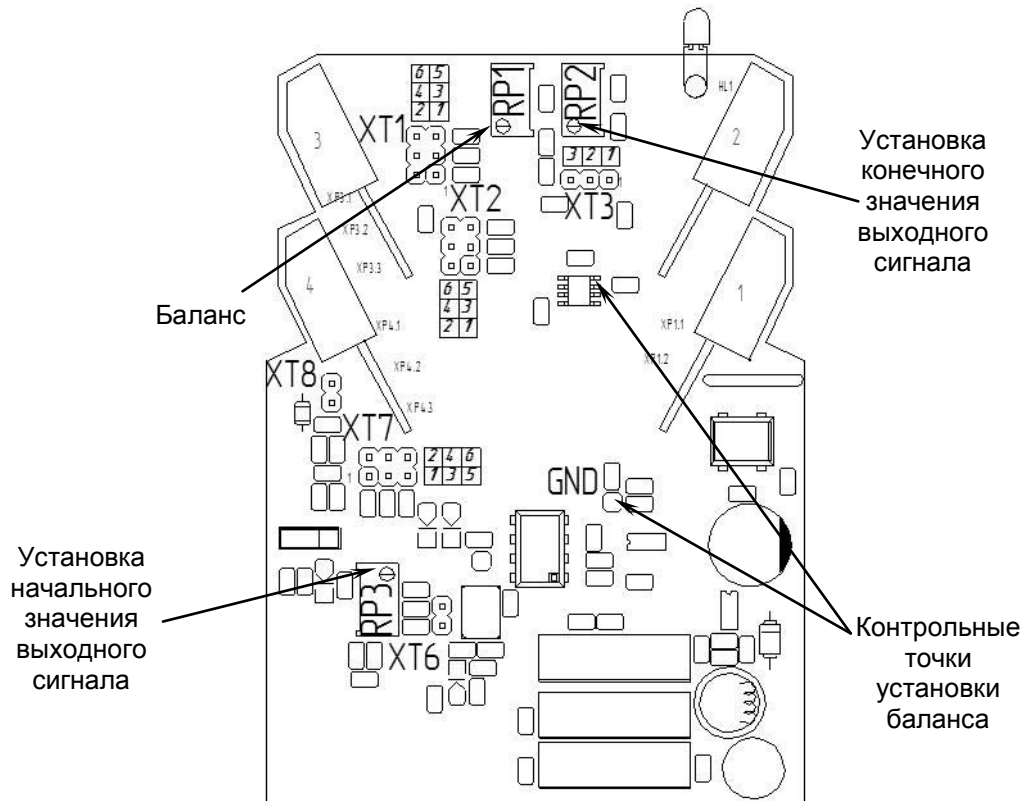

Рисунок 4.2 - Схема расположения органов регулирования и элементов настройки БСС-21
4.2.4 Для переналадки блока на другие входные/выходные сигналы используйте рисунок 4.2 и таблицы 4.1, 4.2, 4.3.
5.3.1 Выставить переключки согласно выбранного диапазону (таблицы 4.1, 4.2, 4.3). Снять переключку ХТ3, подключить образцовый источник тока на клеммы 7 и 12 (полярность не имеет значения) с которого подать конечное значение входного сигнала (если диапазоны входных сигналов разные, переключки ХТ2 переставить аналогично ХТ1). Контролируя напряжение постоянного тока между шестым выводом ОР-07 и землей (рисунок 4.2 – установка баланса) потенциометром РР1 выставить значение баланса близкое к нулю ($U = 0 \pm 2$ мВ).